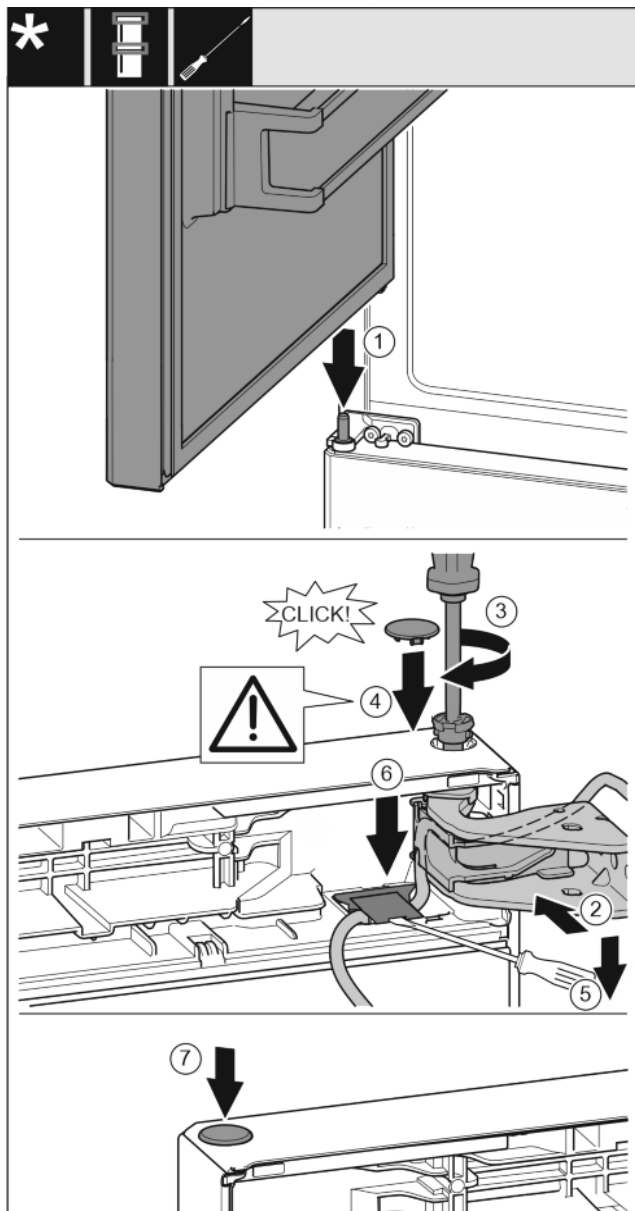

Fig. 33
- Helyezze a felső ajtót a középső csapszegre Fig. 33 (1)
- Igazítsa be az ajtót felül a csapágybak nyílásához. Fig. 33 (2)
- Helyezze be a csapot, és húzza meg a T15 csavarhúzóval. Fig. 33 (3)
- Szerelje fel az ajtót biztosító biztonsági fedelet: Helyezze be a biztonsági fedelet, és ellenőrizze, hogy felfekszik-e az ajtóra. Egyébként teljesen helyezze be a csapszeget. Fig. 33 (4)
- Emelje meg a fedelet lapos csavarhúzóval, és húzza ki. Ezután helyezze be alá a kábelt. Fig. 33 (5)
- Tegye vissza a fedelet, és nyomja le, míg a helyére nem pattan. Fig. 33 (6)
- Helyezze be a dugót. Fig. 33 (7)